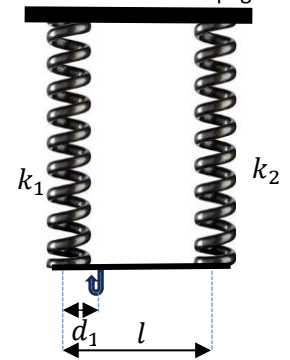

Figura 8
B) (4,5 p) Două resorturi, având lungimile în stare nedeformată egale, au constantele elastice $k_1 = 60 \text{ N/m}$ respectiv $k_2 = 40 \text{ N/m}$. Capetele superioare ale resorturilor sunt fixate de un suport fix și orizontal, iar capetele inferioare sunt prinse de o bară cu lungimea $l = 20,0 \text{ cm}$ și masă neglijabilă (figura 8). La distanța $d_1 = 5,0 \text{ cm}$ de capătul inferior al resortului k_1 este prins un cârlig ușor, ca în figura alăturată.